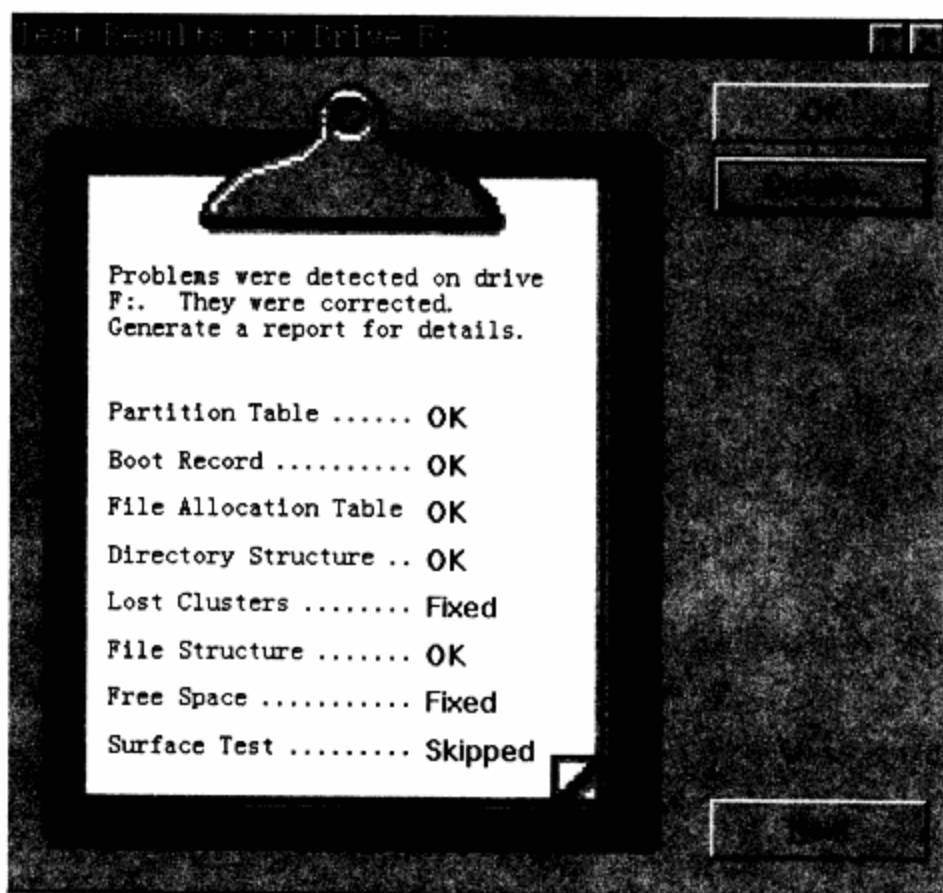

图6-16 对指定逻辑盘进行错误修正后的情况报告
**步骤 03** 待把所选定的磁盘的MBR、DBR、文件结构、目录结构以及对磁盘做表面磁介质检测完成后，屏幕上还会报告每个选定的逻辑盘的处理结果。图6-16是用磁盘医生对逻辑盘F处理后的错误修正情况报告。